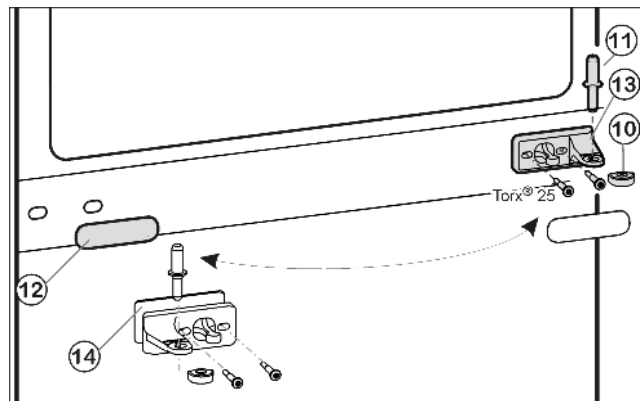
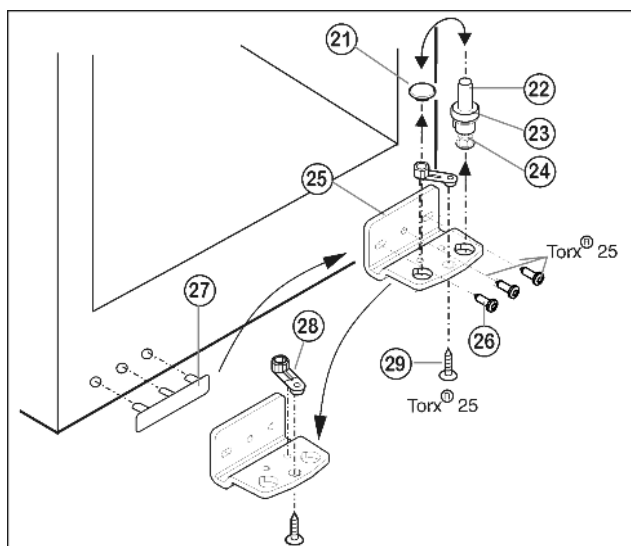

Fig. 7
Fig. 8
- ▶ Prostřední ložiskový čep Fig. 7 (11) vytáhněte ze stojanu ložiska a spodních dveří.
- ▶ Plastovou čepičku Fig. 7 (10) stáhněte.
- ▶ Stojan ložiska uprostřed Fig. 7 (13) odšroubujte (2 krát Torx® 25).
- ▶ Krytku Fig. 7 (12) opatrně stáhněte.
- ▶ Prostřední stojan ložiska Fig. 7 (13) s podložkou Fig. 7 (14) přišroubujte otočený o 180° na novou stranu závěsu (s 4 Nm).
- ▶ Krytku Fig. 7 (12) otočenou o 180° zasuňte na nové straně madla.
- ▶ Ložiskový čep Fig. 8 (22) včetně podložky Fig. 8 (23) a seřizovací nožky Fig. 8 (24) vytáhněte nahoru.
- ▶ Zátku Fig. 8 (21) odstraňte.
- ▶ Stojan ložiska Fig. 8 (25) odšroubujte Fig. 8 (26).
- ▶ Ložiskový díl Fig. 8 (28) odšroubujte Fig. 8 (29) a přemístěte jej do protilehlého upínacího otvoru stojanu ložiska, pak ho znovu pevně přišroubujte.
- ▶ Krytku na straně madla Fig. 8 (27) opatrně vytáhněte a přemístěte na druhou stranu.
- ▶ Stojan ložiska Fig. 8 (25) na nové straně závěsu zase přišroubujte příp. pomocí akumulátorového šroubováku (momentem 4 Nm).
- ▶ Zátku Fig. 8 (21) zase vložte do druhé díry.
- ▶ Ložiskový čep Fig. 8 (22) včetně podložky a seřizovací nožky zase nasadte. Přitom dávejte pozor, aby zajišťovací vačka směřovala dozadu.
- ▶ Spodní dveře nasadte shora na spodní ložiskový čep Fig. 8 (22).
- ▶ Plastovou krytku Fig. 7 (10) nasadte zase na prostřední stojan ložiska Fig. 7 (13).
- ▶ Prostřední ložiskový čep Fig. 7 (11) vložte přes prostřední pouzdro ložiska Fig. 7 (13) do spodních dveří na nové straně závěsu.
- ▶ Horní dvířka usadte na prostředním ložiskovém čepu Fig. 7 (11).
- ▶ Dveře případně pomocí obou podélných děr ve spodním stojanu ložiska Fig. 8 (25) a v prostředním stojanu ložiska Fig. 7 (13) vyrovnejte tak, aby lícovaly. Vyšroubujte prostřední šroub na stojanu ložiska dole Fig. 8 (25).